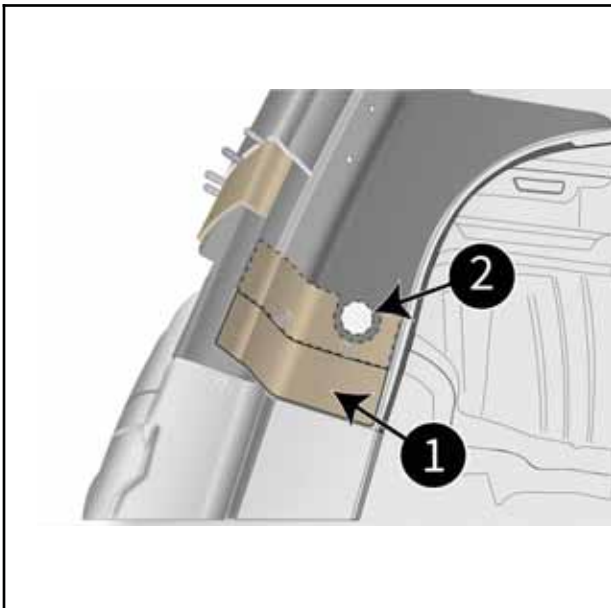

Bild 6: D-Säule Verstärkung
- Fertigen Sie am Universal-Verstärkungsblech Bild 6 | Pos. 1 eine Aussparung Bild 6 | Pos. 2 an.
- Bohren Sie **9** Löcher **Ø 4,2** für Blindnieten im angegebenen Bereich Bild 6.